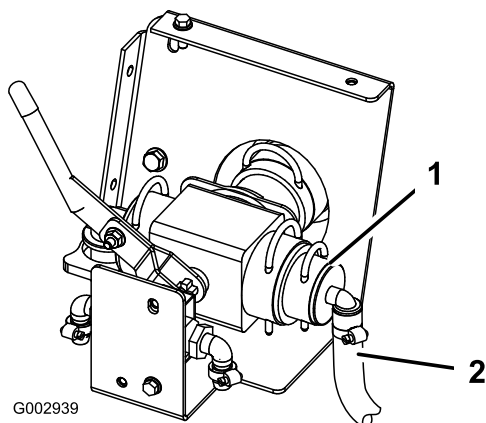

Figura 45
22. Ligue o conjunto do tubo de 19 mm ao conjunto da válvula de controlo virado para a dianteira do veículo (Figura 45).